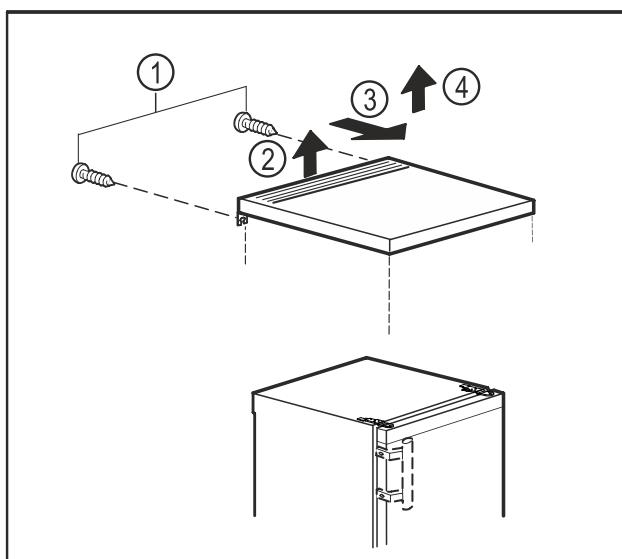

Fig. 10
- Викрутіть гвинти на задній панелі. Fig. 10 (1)
- Підніміть стільницю ззаду. Fig. 10 (2)
- Посуньте стільницю вперед. Fig. 10 (3)
- Зніміть стільницю вгору. Fig. 10 (4)